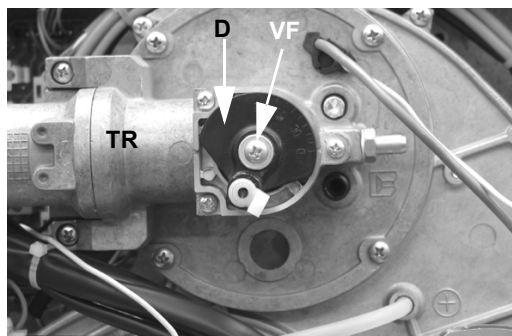

Fig. 19: Vecchia Posizione
- 8 Reinserire la flangia e la testa di combustione insieme e fissare le viti (Fig. 19)
- 9 Girare il disco **D** che fissa la valvola a farfalla, procedendo come segue (Fig. 19).
- 10 Svitare la vite **VF**.(Fig. 19)